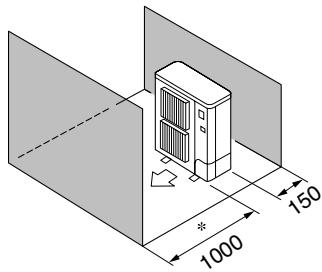

Fig. 2-6
⑤ Εμπόδια στην μπροστινή και την πίσω πλευρά μόνο (Fig. 2-6)